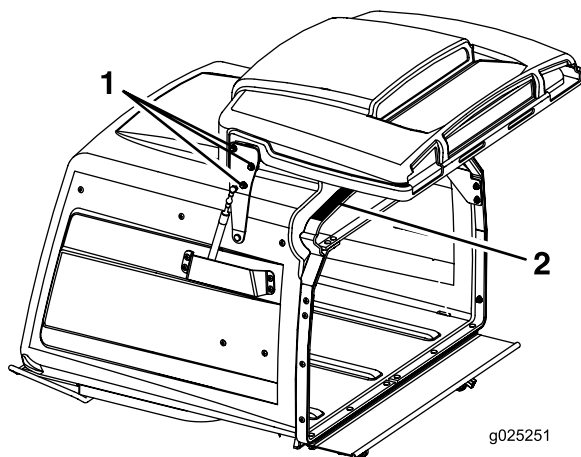

Figure 57
3. Desserrez les 6 écrous des charnières du couvercle (Figure 57).
4. Ouvrez le couvercle et placez une bande de caoutchouc de 9,5 mm (3/8 po) ou un flexible de 9,5 mm (3/8 po) de diamètre entre la trémie et le couvercle (Figure 57).